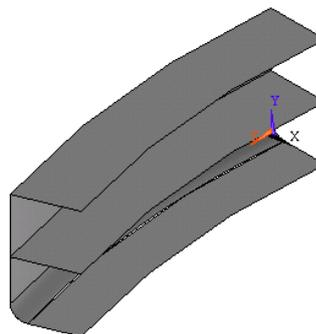

图3.29 对相交面进行倒角
(2) 在【Fillet radius】文本框中输入弧面半径【0.5】，单击【OK】按钮确认。生成的面如图 3.29 所示。